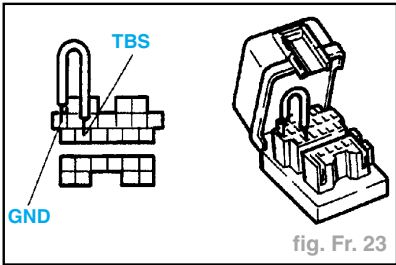

fig. Fr. 23
- A l'aide d'un câble volant, connecter les bornes TBS et GND (masse) du connecteur de liaison de données (fig. Fr. 23).